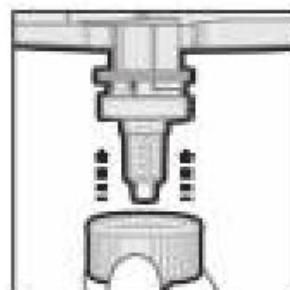
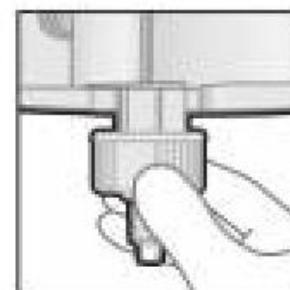

Рис. 3
Рис. 4.1
5. Когда смешивающий наконечник установится в правильном положении (рис. 3), надвиньте на него фиксирующее кольцо Dynamix до упора и поверните его по часовой стрелке (на 1/4 оборота), чтобы оно надёжно зафиксировалось в правильном положении. (Рис. 4.1, 4.2 и 5)